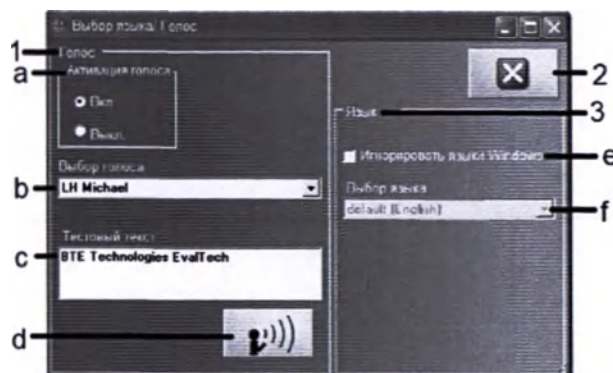

Рисунок 2-11. Выбор голосового воспроизведения/языка
A. ЭКРАН ПРОСМОТРА ГОЛОСОВОГО ВОСПРОИЗВЕДЕНИЯ/ЯЗЫКА (РИСУНОК 2-11)